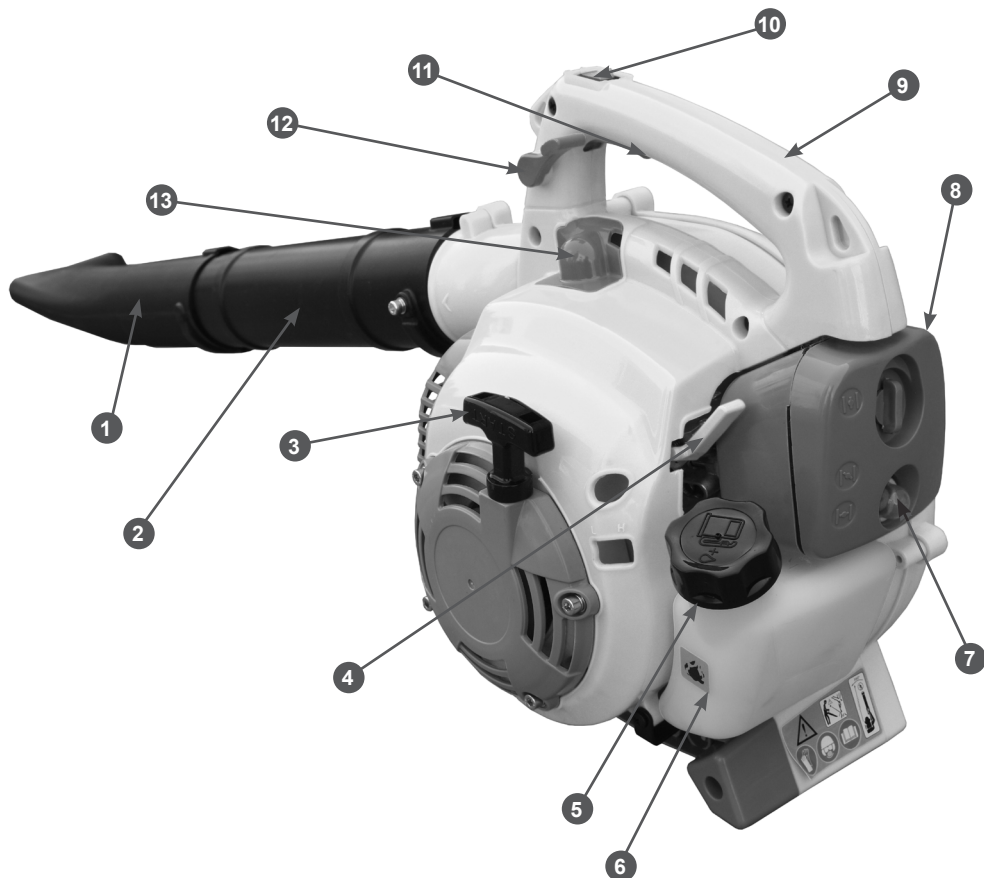

Рис. 1 Основные узлы и органы управления
Основные узлы и органы управления показаны на Рис. 1.
- Закройте воздушную заслонку карбюратора. Для этого рычаг 4 (Рис. 1) управления воздушной заслонкой установите в положение «ЗАКРЫТО».
- Прокачайте топливо через карбюратор. Для этого нажимайте (примерно 5-10 раз) на ручной топливный насос 7 (Рис. 1) до появления в насосе топлива и возникновения сопротивления при нажатии.
- Выключатель зажигания 10 (Рис. 1) установите в положение «I» (ВКЛЮЧЕНО).
- Возьмитесь правой рукой за рабочую рукоятку 9, а левой рукой за ручку стартера 3 (Рис. 1). Проверните коленчатый вал двигателя ручным стартером до тех пор, пока не почувствуете сопротивление, затем медленно опустите ручку стартера вниз. Снова медленно потяните за ручку стартера, пока не почувствуете, что стартер вошел в зацепление с маховиком, после чего, резко и с усилием потяните за ручку стартера и запустите двигатель. При необходимости повторите. После запуска двигателя медленно и плавно верните ручку стартера на место. Двигатель запускается только на короткое время и сразу глохнет.